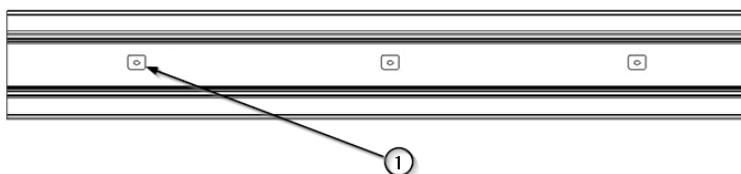

Fig.6 Punti di ancoraggio dell'attrezzatura ICARUS
- Per rimontare il tappo terminale (1) è sufficiente spingerlo in posizione in direzione del telaio fino all'arresto del tappo terminale e inserire la vite di fissaggio (2).
- Individuare i punti di ancoraggio dell'apparecchiatura (1) indicati nel disegno di installazione allegato (vedere Fig. 6).
- Individuare i punti di ancoraggio dell'apparecchiatura ① indicati nel disegno di installazione allegato (vedere Fig. 6).